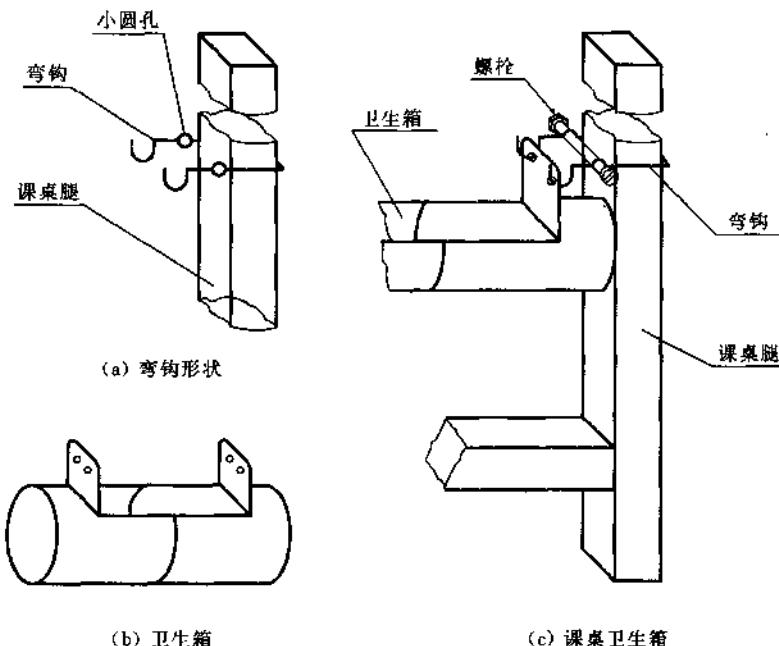

图 1-4 课桌卫生箱的制作
(1) 将两根铁丝分别弯成图1-4(a)所示的形状，制成弯钩。
- (2) 将弯钩用螺栓分别固定在课桌侧面的两条桌腿上,弯钩宽度根据需要可以调节。
- (3) 将两个易拉罐剪去盖,然后在每个罐身上剪一条 50 mm 宽的方孔。注意方孔上的材料不要剪掉,在距罐底 20 mm 处向上折成 90°形成挂耳,并在挂耳上钻两个孔,可挂在弯钩上。
- (4) 将两个易拉罐罐口重叠对接,并用 502 胶粘牢,做成圆筒卧式卫生箱。其长度应小于课桌侧面两腿之间的距离(见图 1-4(b))。
- (5) 将卫生箱挂在固定于桌腿的弯钩上即成(见图 1-4(c))。